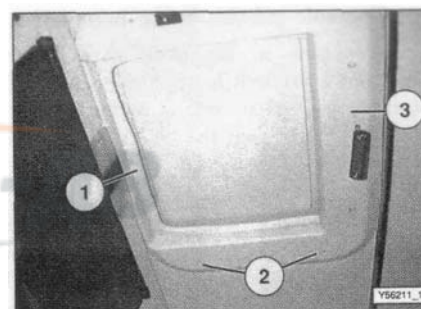
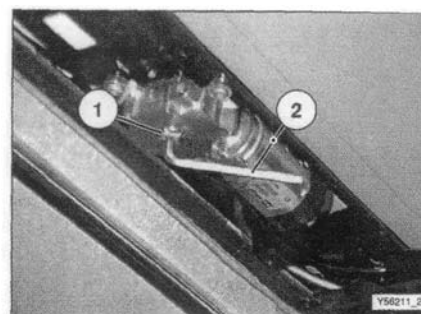

Рис.11
Рис.12
При повреждении верхнего светильника, для открытия люка снимите сначала крышку (1), затем открутите 6 болтов (2) на верху мотора (3), - (рис. 11), затем потяните вверх пластиковый соединитель (2) до неподвижного положения, затем открутите по часовой стрелке шестиугольный соединитель (на 5 мм)(2) и закройте люк. Если крутить против часовой стрелки, люк откроется (рис. 12).